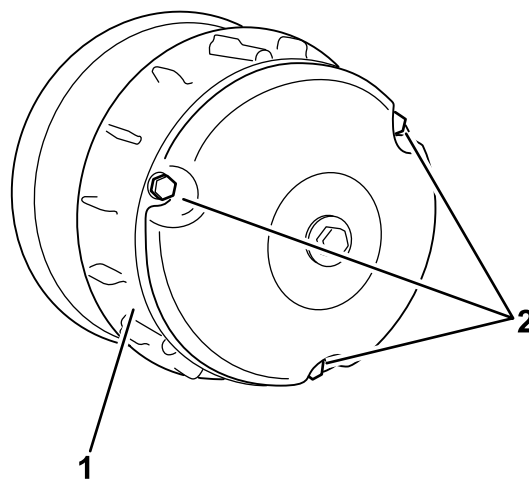

Рисунок 64
- Отверните три болта крепления крышки сцепления и снимите крышку (Рисунок 64).
- Установите крышку сцепления и закрепите ее 3 болтами (Рисунок 64), снятыми при выполнении пункта 2.